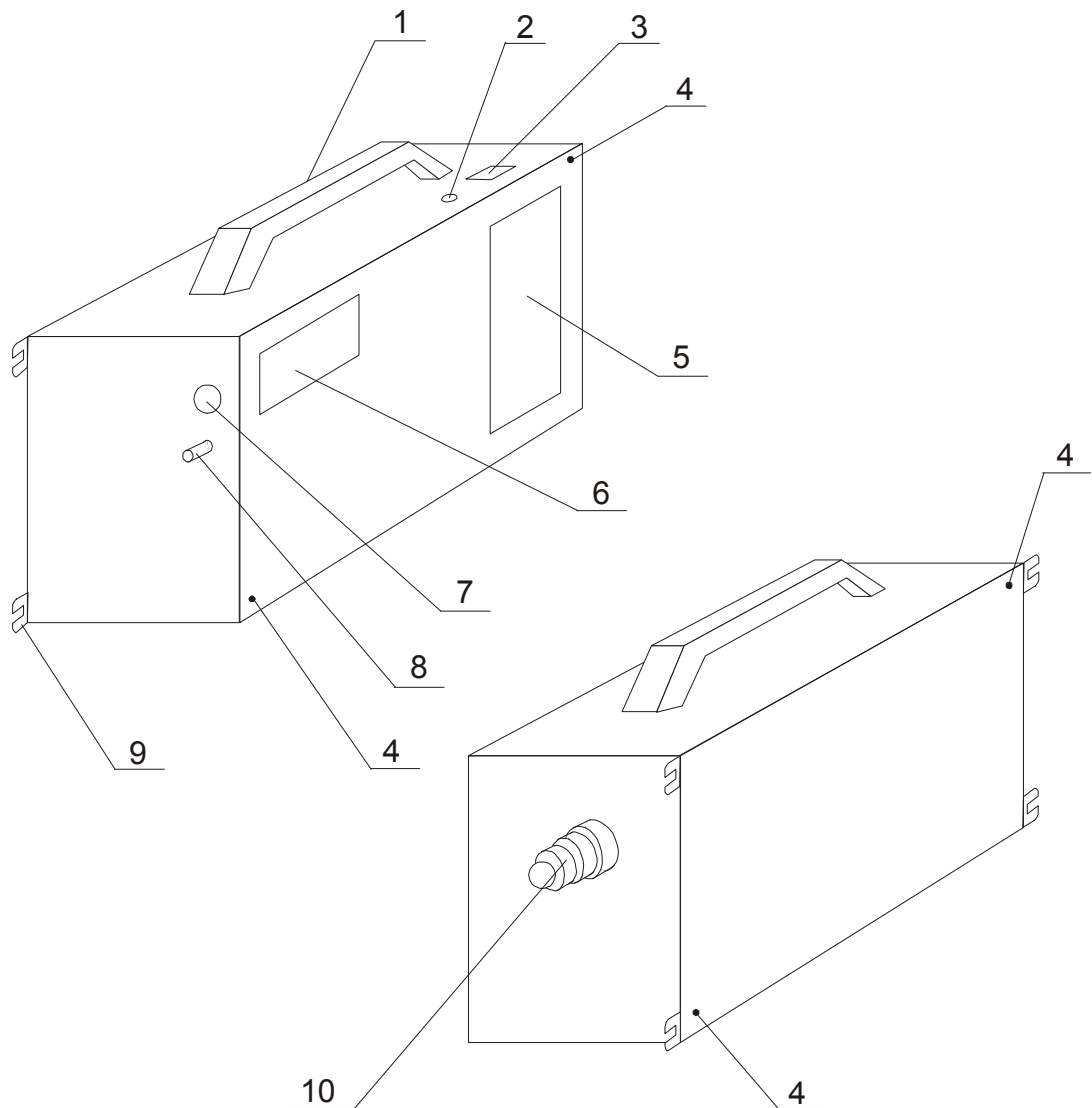

Рисунок 5. Общий вид блока преобразователя
1.6.2 На боковой панели блока преобразователя (рисунок 5) нанесены: сокращенное наименование измерителя – «Тангенс 2000», наименование блока, товарный знак предприятия-изготовителя, заводской номер и год изготовления измерителя.